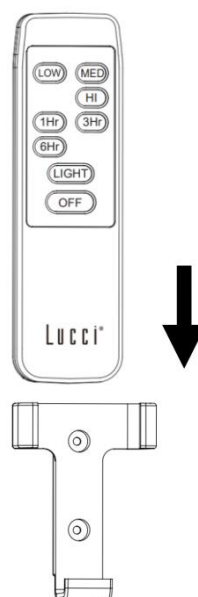

Fig. 12b
2. ssez la télécommande dans le support. (Fig. 12b)